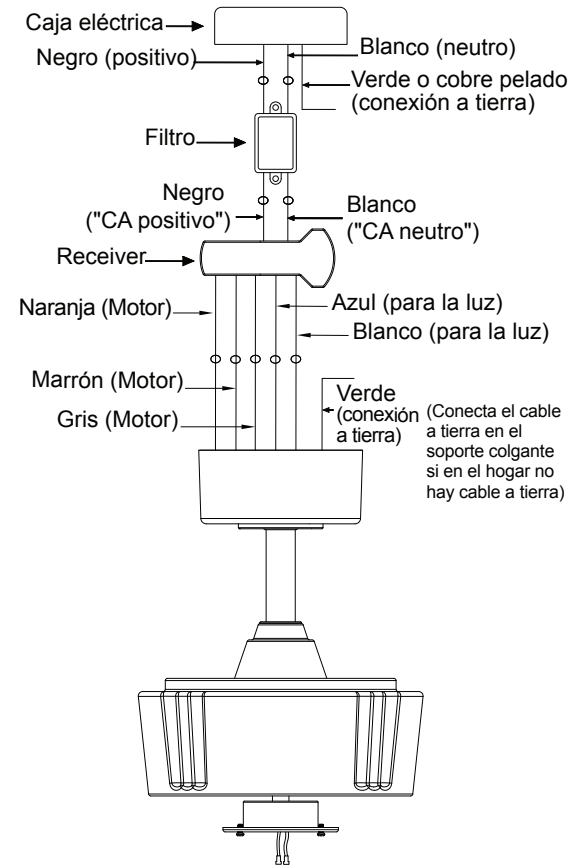

Fig. 14
A. Conexión del cable del ventilador (Fig. 14)